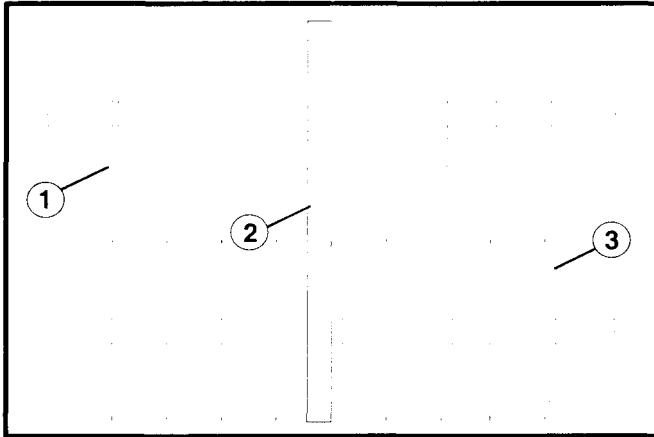

Figura 32. Alineamiento del Disco y la Cuchilla
1. Inclíne la unidad hacia adelante y colóquela sobre gatos fijos verticales. Revise el alineamiento del disco y la cuchilla colocando un borde recto contra la parte cóncava del quinto o sexto disco y la cuchilla correspondiente en el enrollador. El borde recto debe descansar de manera plana contra el disco y la cuchilla (vea la figura 32).